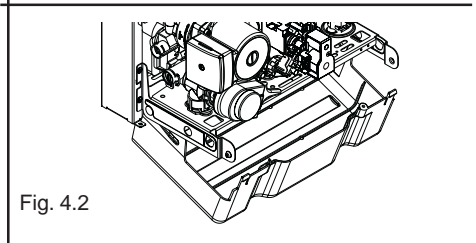

Fig. 4.2
- ruotarla verso il basso (fig. 4.2)